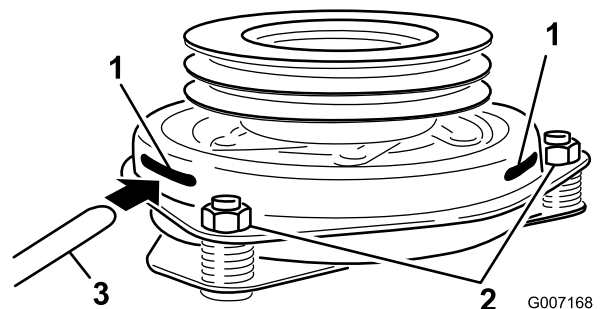

Figure 63
8. Insérez une jauge d'épaisseur de 0,381 à 0,533 mm dans une fente d'inspection sur le côté de l'ensemble. Vérifiez qu'elle passe bien entre les surfaces de frottement de l'induit et du rotor (Figure 63).
9. Serrez les contre-écrous jusqu'à ce la jauge d'épaisseur fléchisse légèrement mais puisse bouger facilement dans l'entrefer (Figure 63).